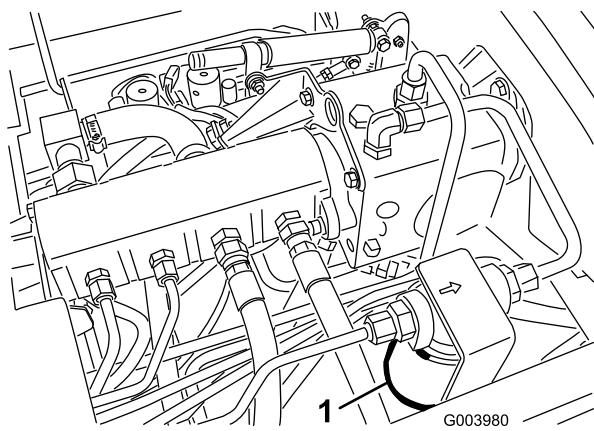
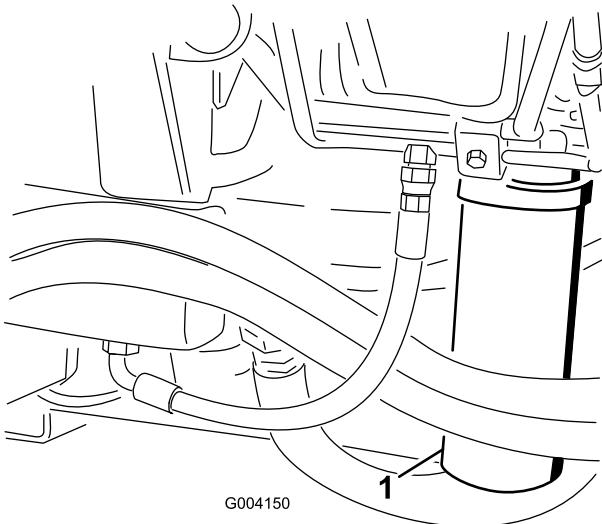

Figura 78
Figura 79
2. Pulite l'area di montaggio del filtro e collocate una bacinella di spacco sotto il filtro (Figura 78) e (Figura 79).